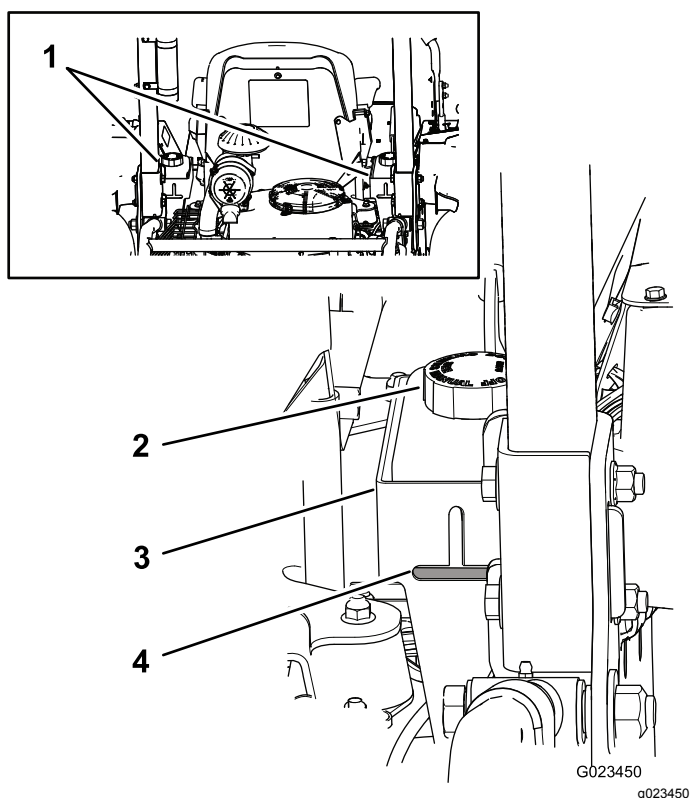

図 17
油圧オイルタンクに高品質の油圧オイルを満たした状態で出荷しています。油圧オイルの点検は、オイルが冷えている状態で行うのがベストです。マシンは移動走行モードになっていることが必要です。オイルの高さが、油圧オイルタンク後部にあるのぞき窓 **図 17** の水平部分よりも低い場合には、水平部分の高さまでオイルを補給してください。入れすぎないようにしてください。オイルの高さがのぞき窓の水平部分の最上部までである場合には、補給は不要です。推奨オイルの銘柄を以下に示します
注 **図 17** に示すように、それぞれの口の根元までオイルがあればよい。
- A. 異物をタンクに入れないよう、各油圧オイルタンクのキャップ取り付け部周辺をウェスできれいに拭く **図 17**。